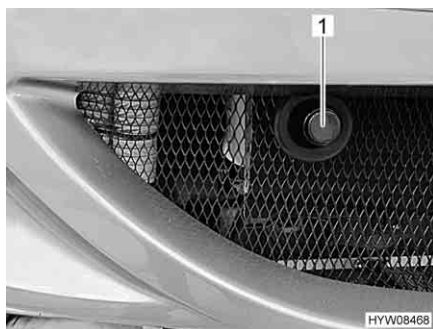

Fig. 34 Copertura (alloggiamento dell'occhiello di traino)
- Rimuovere la copertura (Fig. 34, 1).